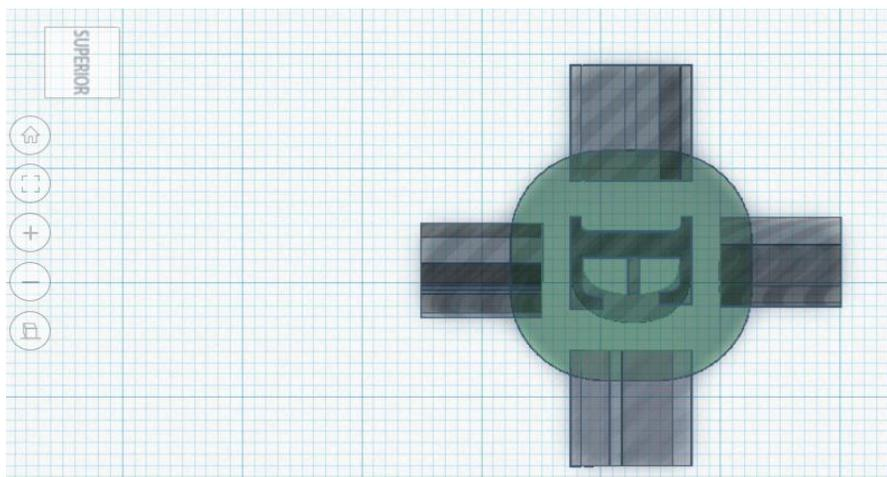

Figura 26. Visualização final das letras na visão superior.
21. Reposicione as letras restantes para ficarem nos devidos lugares. Vide a Figura 26.